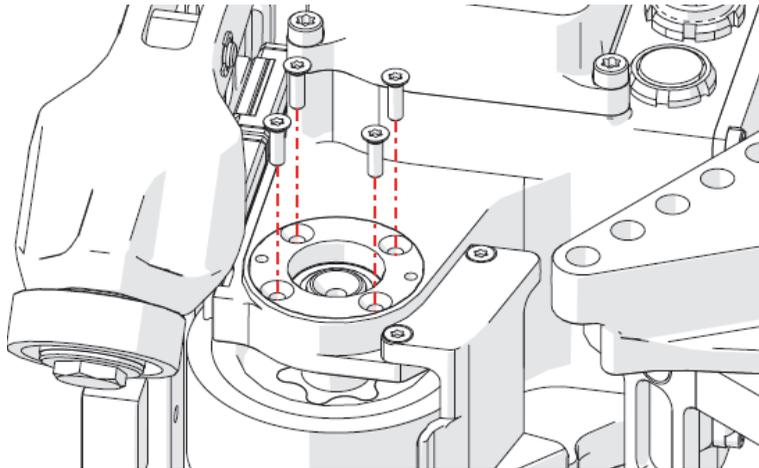

图2-12 拆下轴承座上的螺钉
13. 使用T10 Torx螺丝刀，拆下轴承座上的四个螺钉（参见第91页的图2-12）。